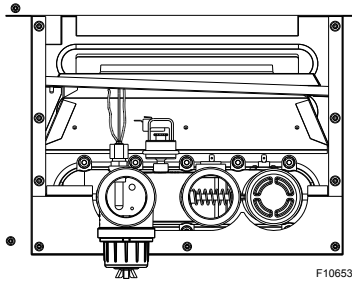

Figure 33. Raccords électriques, distributeur d'entrée/sortie
- Déconnectez les fils du limiteur de haute température, du coupe-circuit automatique du gaz et de l'interrupteur de pression d'eau du distributeur d'entrée/sortie et les fils de continuité des masses du ProTek Shield. Voir **Figure 33**.